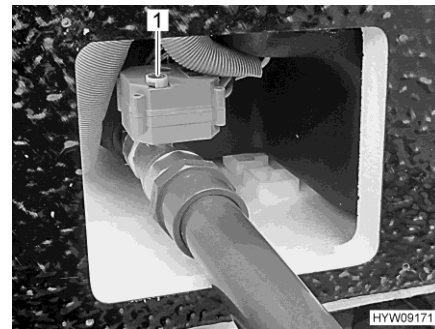

Bild 106 Ratt (avloppsventil)
- För att öppna avloppsventilen, dra rattan (Bild 106,1) uppåt och vrid moturs till stoppläge. Vridriktningen (O för öppna, S för stänga) är markerad på rattan.
- För att stänga avloppsventilen, dra rattan (Bild 106,1) uppåt och vrid medurs till stoppläge.